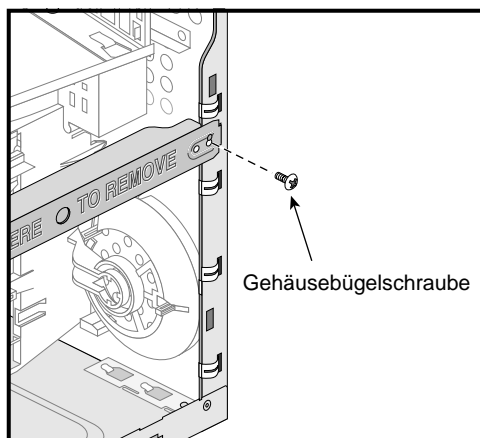

Abbildung 2-7 Anbringen der Schraube am Gehäusebügel
4. Bringen Sie die Schraube wieder am Bügel an. Abbildung 2-7 zeigt die Lage der Schraube.